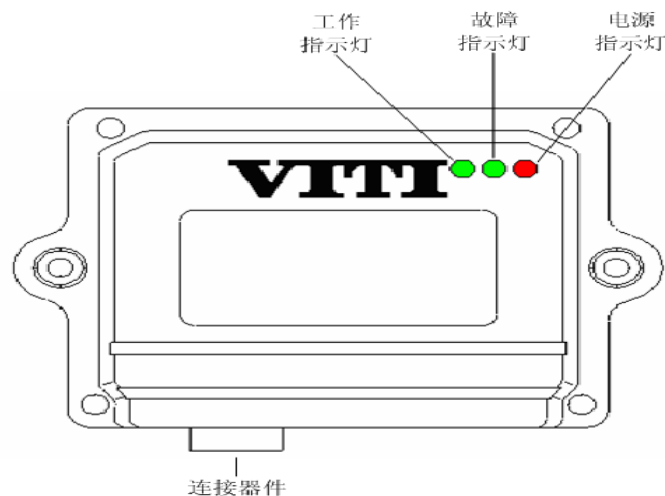

图 1
1、检测主站电源指示灯（红灯）是否亮，不亮的话检查主站的电源（JP2—9 号针脚 2102R 常电是否正常 24V）和搭铁线是否连接良好（见图 1 的标注）。
3、主站通信指示灯（最左边）是否正常闪烁，如果没有闪烁或者中间指示灯亮，则表示 CAN 线通信故障（见图 1 的标注），需要检查 CAN 线是否连接正常，CAN 线电平是否正常（显性为 2.5V，隐形为 0V，这里指的示 CANH 高与 CANL 低间压差，但实际万用表只能测量到平均值，一般正常工作时为零点几伏，还有就是 CANH 高和 CANL 低对地分别的电压，CANH 高应高于 2.5V，CANL 低应低于 2.4V）。